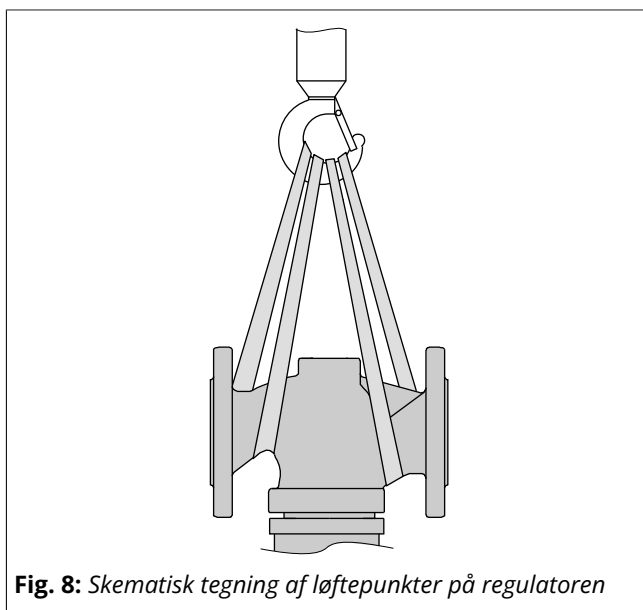

Fig. 8: Skematisk tegning af løftepunkter på regulatoren
- ⇒ Brug en krog med sikkerhedslås for at sikre løftestropperne mod at glide af kroge under løft og transport (se Fig. 8).
1. Fastgør én løftestrop på hver flange på huset og på rigningsudstyret (f.eks. krog) på kranen eller gaffeltrucken (se Fig. 8).